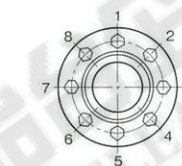

図2 ボルトの締付け順序例
この位置決めに際しては、トルクレンチを用いほぼ対角線上の締付けボルト（図2での例ボルト①→ボルト⑤）を軽く締めてください。
注) 締付けに際し、基点とした締付けボルトから時計方向に順次締付けますが、一度に締付けるボルト頭の角度は約30°までとしてください。（図2での例ボルト①→②→③→④→⑤→⑥→⑦→⑧→①を繰り返す）